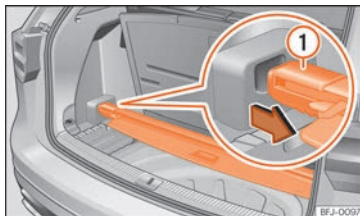

Abb. 154 Unter dem Gepäckraumboden: Gepäckraumabdeckung verstauen.
- Legen Sie die Gepäckraumabdeckung in die dafür vorgesehene Aufnahme »» **Abb. 154**.